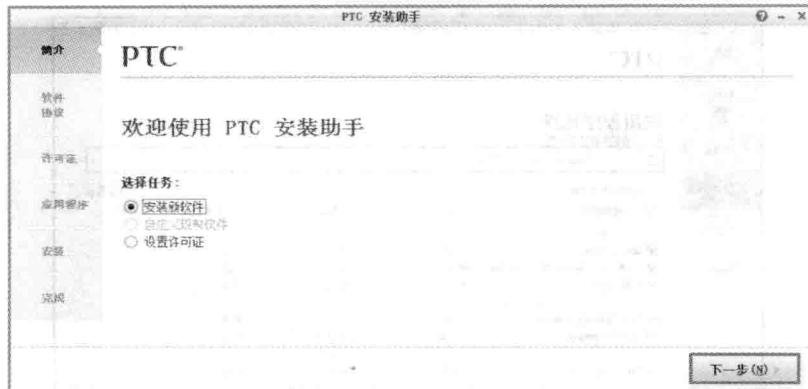

图 1-2 安装初始界面
- 2) 进入安装界面，在对话框中单击 按钮，进入下一步安装过程，如图 1-2 所示。